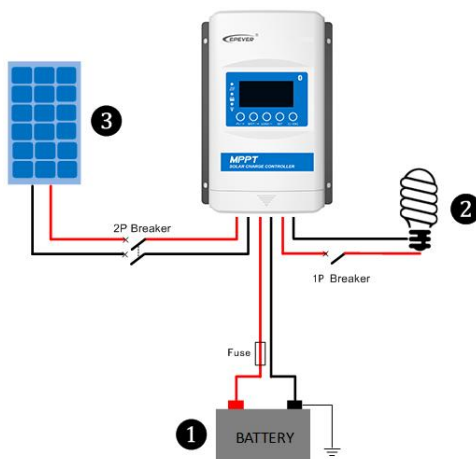

Abbildung 2-2 Schematische Darstellung des Schaltplans
Schritt 2: Schließen Sie das System in der Reihenfolge ❶ Batterie → ❷ Last → ❸ PV-Generator gemäß Abbildung 2-2 "Schematischer Schaltplan" an und trennen Sie das System in umgekehrter Reihenfolge ❸❷❶.